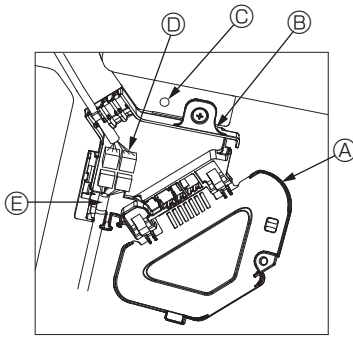

Fig. 10-8
- ① Verwijder de schroef waarmee de kap van de schakeldoos vastzit en open de kap.
- ② Sluit de connector van de verbodingsbedrading voor de waaiermotor en de verbodingsdraad voor de waaiermotor van het paneel stevig aan in de schakeldoos. (Fig. 10-8)